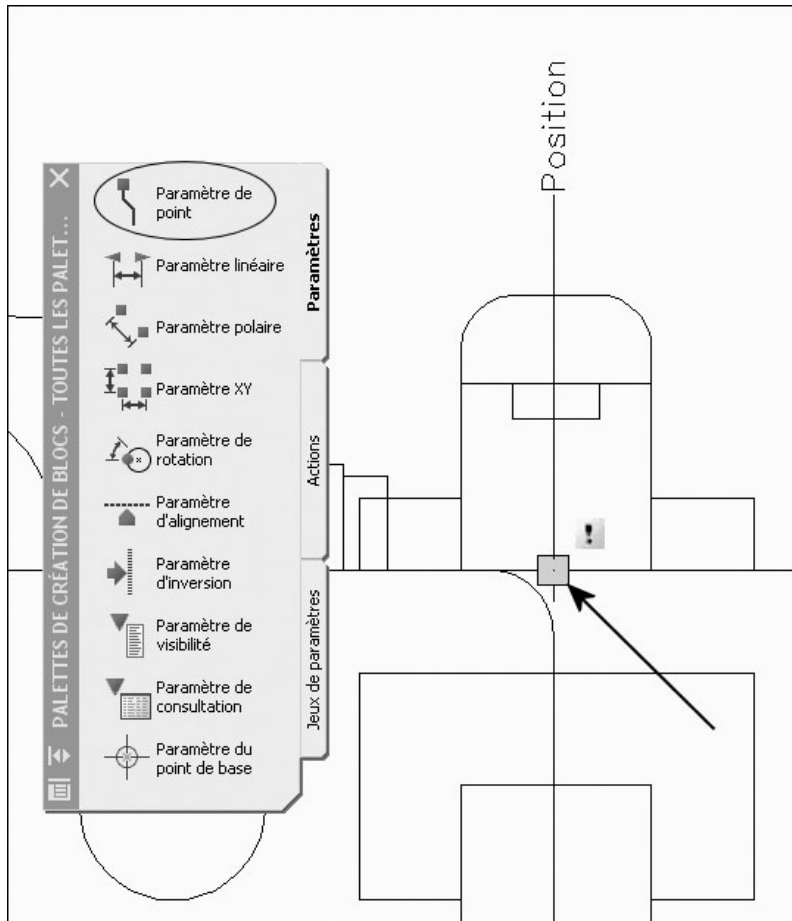

Fig.7.38
- [7] Dans l'onglet **Paramètres** (Parameters) sélectionner **Paramètre de point** (Point parameter) et pointer le point milieu supérieur du bloc Evier-plan. Placer la légende verticalement (fig.7.38).